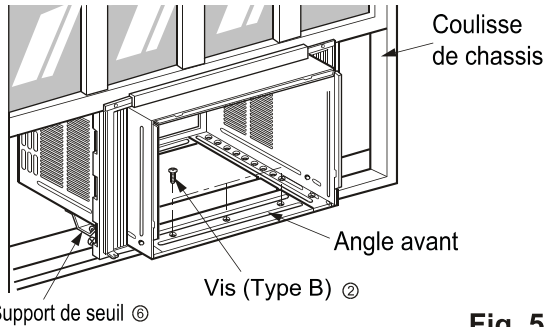

Fig. 5
5. Insérer les guides du bas dans la base du coffrage, la partie frontale du bas devant être face à la partie frontale de celui-ci (Fig 5)
6. Insérez les volets d'étanchéité dans le rail de guidage supérieur et dans les dispositifs de guidage du cadre. (Fig 5)
7. Fixez les volets d'étanchéité à l'appareil à l'aide de quatre vis de type A. (Fig 5)
6. Installez le boîtier avec une inclinaison d'environ 1/2" (1,27 cm) vers l'extérieur (Voyez la fig. 5). Réglez l'écrou et le boulon des supports de seuil ⑥ de manière à équilibrer le boîtier.
7. Fixez le boîtier au rebord de fenêtre à l'aide de vis de type B ② (16 mm [5/5"] de long) passant à travers de l'angle avant du boîtier et se logeant dans le rebord de fenêtre.
8. Tirez chaque volet d'étanchéité ⑤ entièrement contre chaque coulisse de châssis et répétez l'étape 2. (Fig. 5)